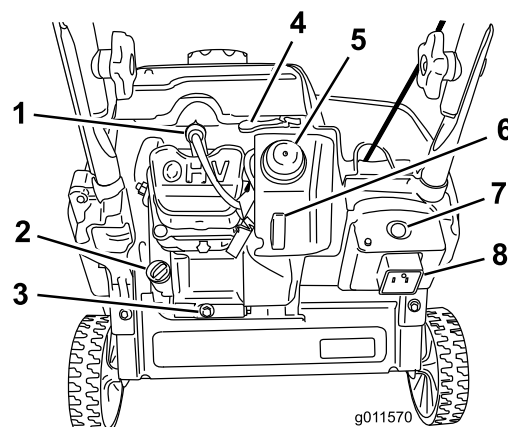

Figure 13
2. Nettoyez la surface autour du bouchon de remplissage (Figure 13).
3. Nettoyez la surface autour du bouchon de remplissage (Figure 13).